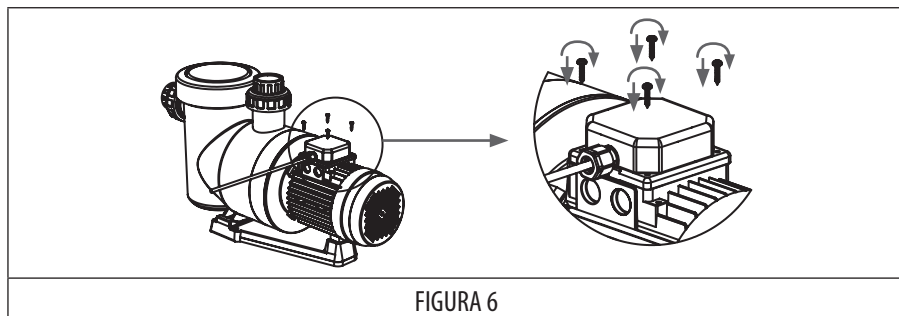

FIGURA 6
5. Închideți cutia pentru racordurile electrice, verificând dacă garnitura este pe poziție și strângeți șuruburile. (FIGURA 6)